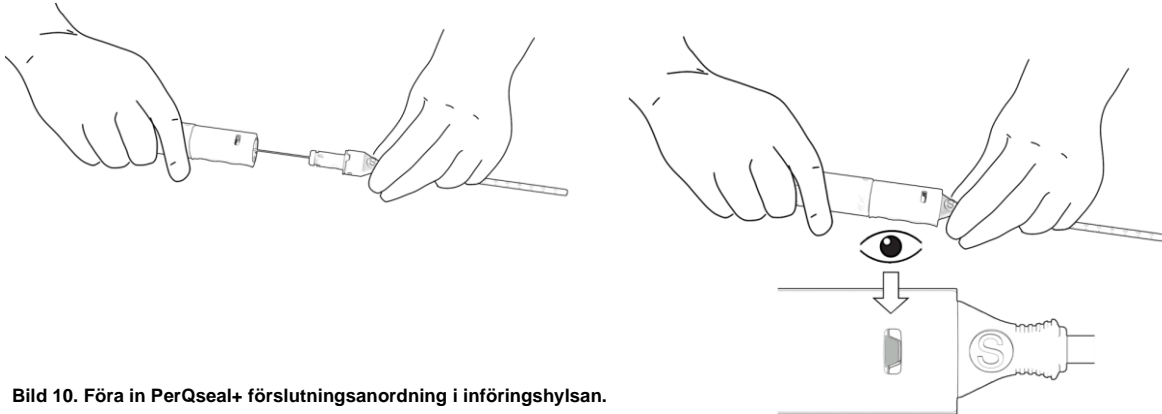

Bild 10. Föra in PerQseal+ förslutningsanordning i införingshylsan.
- c. Håll i införingshylsan med ena handen och i anordningens handtag med den andra och för försiktigt anordningens handtag framåt. Se till att indikatorerna på införingshylsan och handtaget befinner sig i linje med varandra och att laddningskanylens/hylsans fattning låser sig (med ett klickljud) i anordningens handtag. Observera den gröna indikatorn i fönstret. Den bekräftar att handtaget på PerQseal+ förslutningsanordning har låsts. Bild 10.